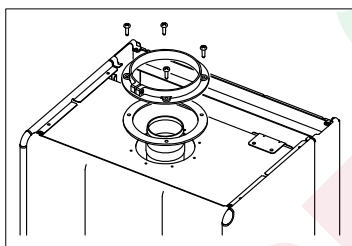

Рисунок 9a
- На верхней поверхности котла в отверстии для воздуховода-дымохода установите фланцевую прокладку и затем соединительный фланец, плотно закрепите винтами. (Рисунок 9a-9b)